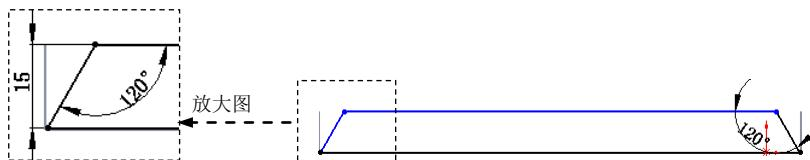

图 17.7.55 横断面草图
(5) 编辑边线—法兰 3 的草图。在设计树的 边线—法兰 3 上右击，在系统弹出的快捷菜单中单击 草图 命令，系统进入草图环境。绘制图 17.7.55 所示的横断面草图。退出草图环境，此时系统完成边线—法兰 3 的创建。